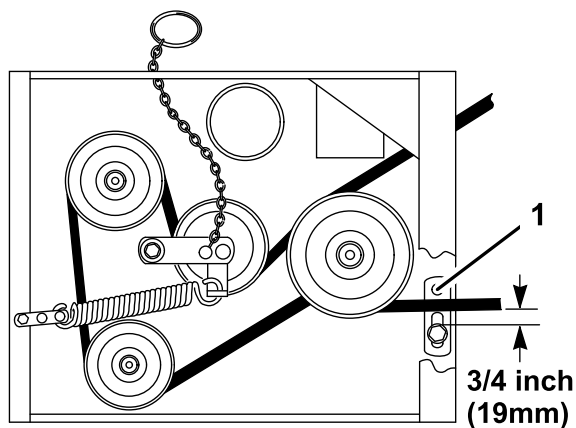

Figure 52
8. Vérifiez que le guide de courroie sous le bâti du moteur est réglé correctement (Figure 52).
Remarque: Le guide de courroie et la courroie du tablier de coupe doivent être espacés de 19 mm (3/4") quand la courroie est engagée (Figure 52). Réglez la courroie du tablier de coupe au besoin. La courroie désengagée ne doit pas traîner ni tomber de la poulie quand les guides et la tension de la courroie sont réglés correctement.